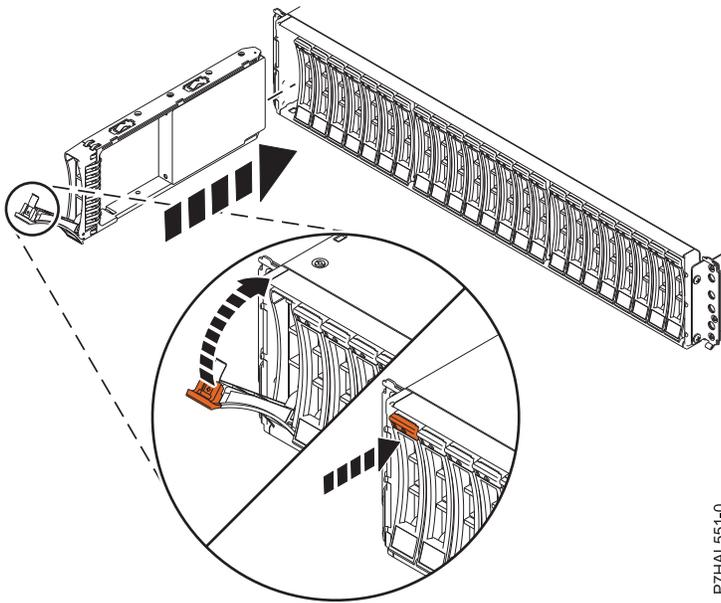

Figure 8. Installation ou remise en place de l'unité de disque dans le boîtier d'unité de disque 5887
3. Avec la poignée en position déverrouillée, comme illustré à la figure 8, à la page 10, maintenez l'unité par le dessous pour l'aligner avec les rails de guidage dans le boîtier.
7. Verrouillez l'unité en faisant tourner la poignée (**A**) dans la direction indiquée dans la figure 8, à la page 10.